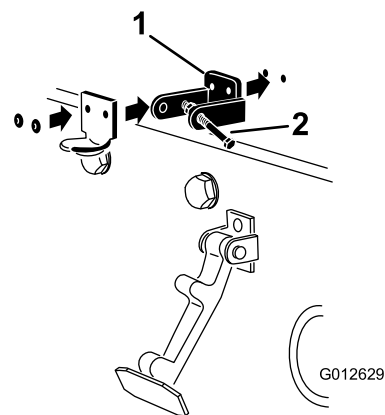

Bild 16
Hinweis: Die Riegelhalterung muss an der Haube anliegen (Bild 16). Nehmen Sie die Schraube und Mutter nicht vom Arretierungsarm für den Riegel ab.
5. Nieten Sie die Halterungen und Scheiben an die Haube (Bild 16).